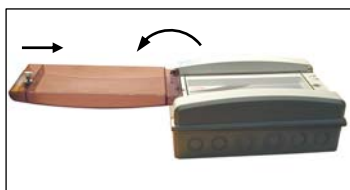

Fig. 2
- Verwijder het doorzichtige front (Fig. 2).